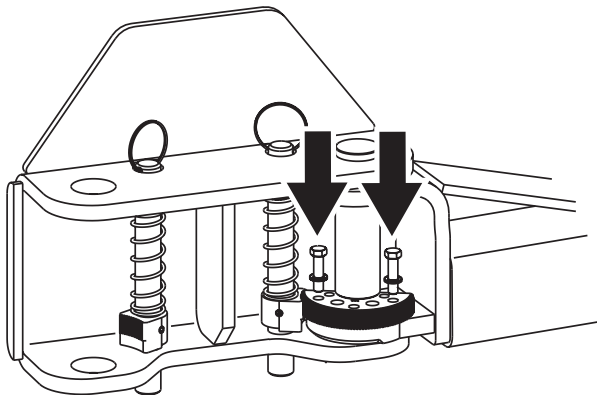
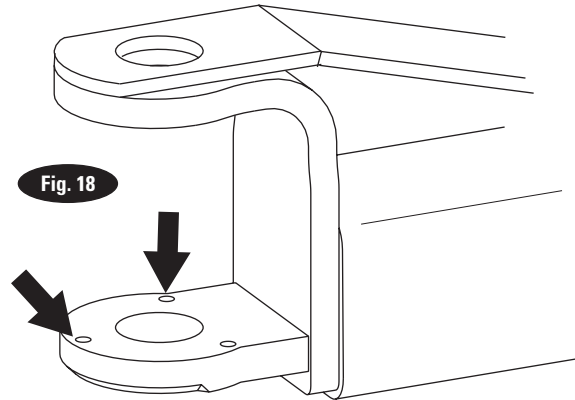

Fig. 17c
Fig. 18
Luego, instale los (2) HHCS de 3/8" - 16NC x 1-1/2" (8 en total para los 4 brazos) y rondanas de Cerradura de Resorte de 3/8" en el engrane y el brazo, pero no las apriete. Consulte las Fig. 17c, Fig. 18, y Fig. 19.